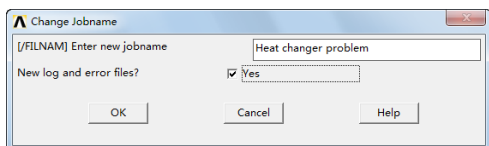

图 10-2 “Change Jobname”对话框
① 定义工作文件名: 依次选择 Utility Menu→File→Change Jobname, 会出现“Change Jobname”对话框, 在对话框中输入工作文件名“Heat changer problem”, 并将“NEW log and error files?” 设置为“Yes”, 如图 10-2 所示, 单击“OK”按钮关闭对话框。